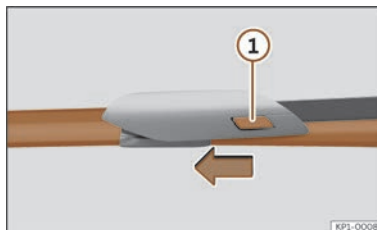

Abb. 207 Scheibenwischerblätter vorne auswechseln.
- Die Entriegelungstaste >>> (Abb. 207) ① gedrückt halten und gleichzeitig das Scheibenwischerblatt vorsichtig in Pfeilrichtung abziehen.